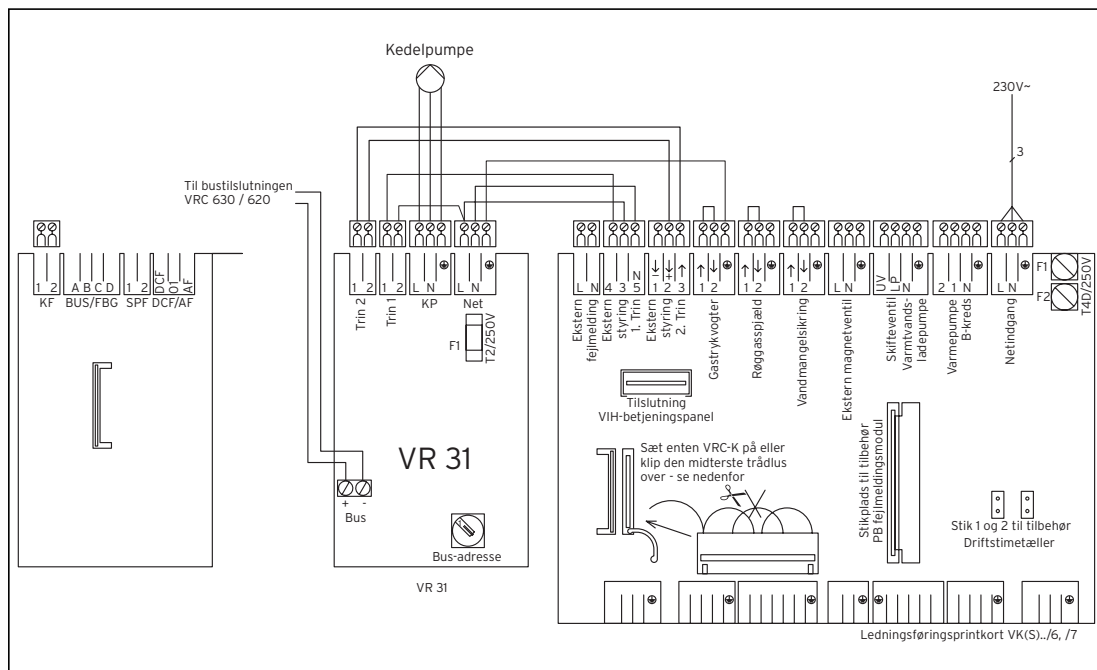

Fig. 4.2 EI-diagram
- Tilslut buskobleren efter tilslutningsdiagrammet (fig. 4.2) til gaskedlen.